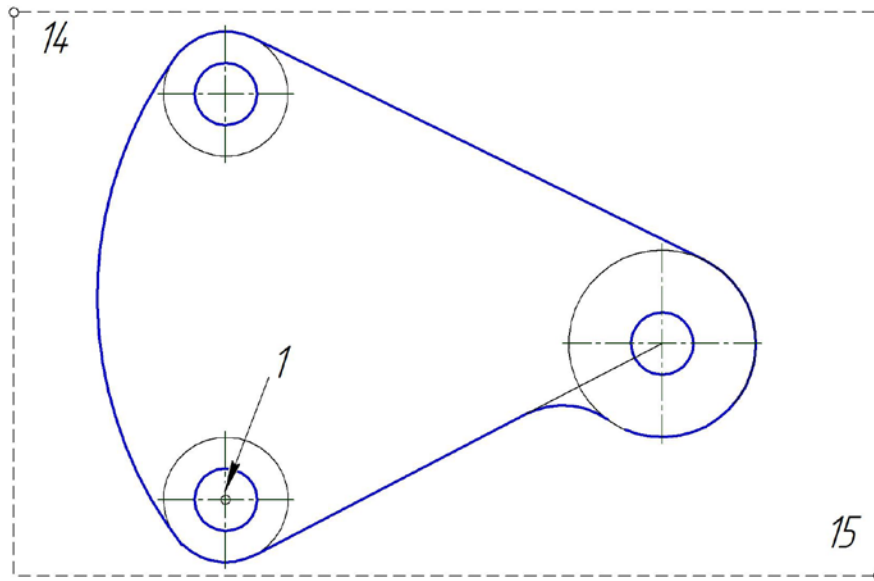

Рис. 1.42. Копирование изображения в буфер обмена
5. Включите команду **Выделить – Рамкой** и выделите изображение детали (рис. 1.42):